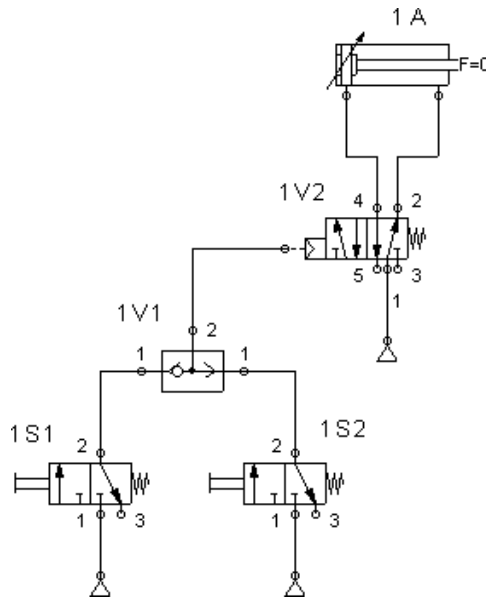

Рисунок 2.1 - Принципиальная схема управления цилиндром с помощью логического элемента «ИЛИ».
Выходы обоих 3/2 распределителей 1S1,1S2 (рисунок 2.1) с управлением от кнопки подсоединены к входам X (1), Y(1(1)) перекидного клапана 1V1 (клапана - «ИЛИ»). При нажатии одной из кнопок или обеих кнопок одновременно на вход 1 или 1(1) клапана «ИЛИ» поступает сигнал. Условие «ИЛИ» является выполненным, и поэтому на выходе 2 клапана «ИЛИ» (1V1) появится сигнал. Снятие сигнала давления через канал выхлопа 3/2 - распределителя, не находящегося под действием сигнала управления, предотвращает запирание трубопроводов перекидного клапана 1V1. Далее сигнал поступает на вход 14 управляющего распределителя 1V2, что вызывает его переключение.
- Из набора пневмоэлементов программного пакета моделирования по схеме рисунок 2.1 собрать виртуальный лабораторный стенд. Нажимая на кнопки 1S1, 1S2, убедиться, что шток цилиндра 1А выдвигается, а при отпускании кнопок возвращается в исходное положение.